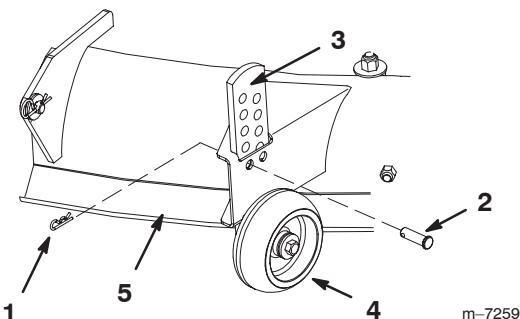

Figure 11
1. Pour changer la hauteur des roues avant de la tondeuse, retirez la goupille fendue et l'axe de chape qui fixent la roue et la plaque de réglage au plateau de coupe (Fig. 11).
2. Placez la plaque à la position voulue. Les trous sont décalés de façon à offrir plus de possibilités de réglage (Fig. 11).